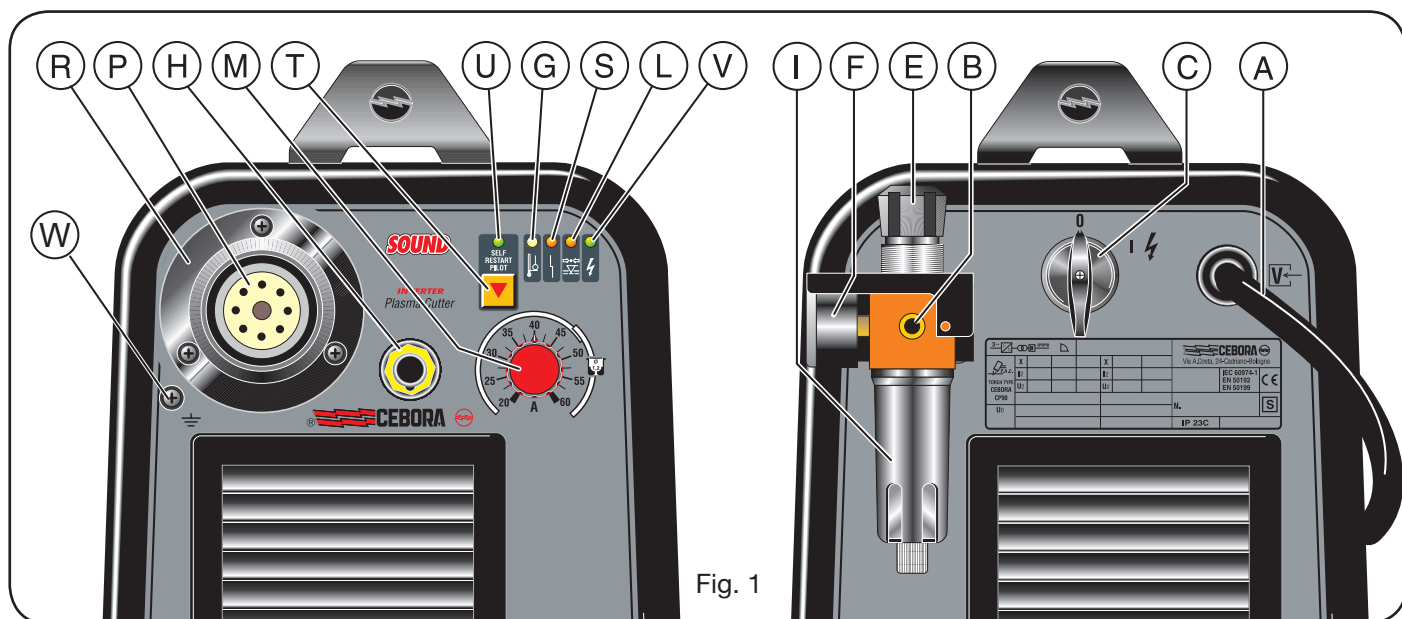

Fig. 1
2.1 MONTAGE SNIJTOORTS (Fig. 1)
Deze beveiliging voorkomt overbelasting. De overbelasting wordt aangegeven doordat de led **G** (zie fig.1) continu gaat branden.
Deze veiligheid is op de snijtoortsvoeding aangebracht, en voorkomt dat het apparaat functioneert bij een te lage luchtdruk. De beveiliging wordt aangegeven doordat de led L (zie fig.1) gaat branden.